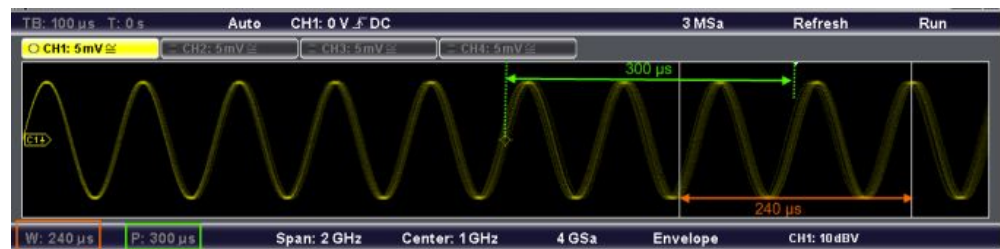

Рисунок 10-1 – Длительность и положение временного интервала для расчета БПФ
Отображение может быть ограничено результатами для заданного временного интервала и для определенного частотного диапазона. Временной интервал обозначается с помощью белых вертикальных линий (см. также рисунок 10-1).
2. Задать временной интервал, в котором рассчитывается БПФ и для которого отображается результат БПФ. Интервал определяется длительностью и положением (см. рисунок 10-1).
Интервал определяется длительностью и положением (см. рисунок 10-1).